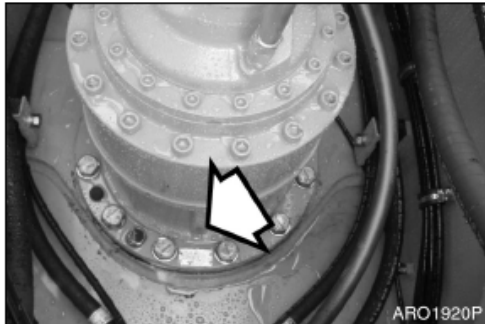

Figura 67
2. Retire el tapón de ventilación del aire (Figura 67) del dispositivo reductor del giro